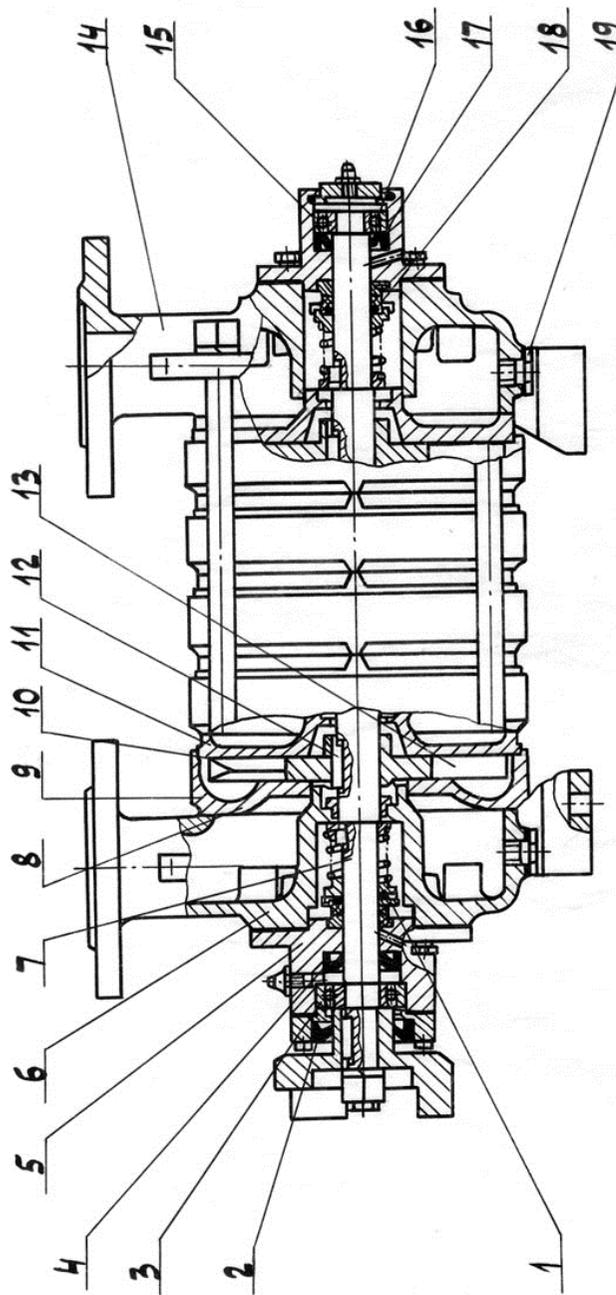

Рис.1 Насос
4.1.1 Насос (рис.1) самовсасывающий, пятиступенчатый.